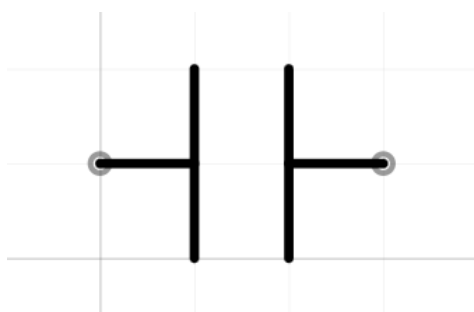

Рисунок 2.14 – УГО конденсатора
- конденсатор – Имя: «Cap», номер: «C?» (рисунок 2.14);